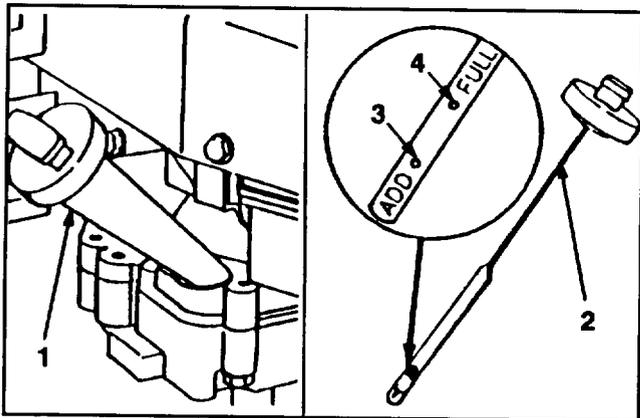

Figure 8
Remplir le carter d'huile SAE 30 ou 10W30 jusqu'à ce que le niveau atteigne le repère FULL (plein) de la jauge comme illustré à la figure 8. La capacité maximale du carter d'huile est de 75 cl (25 onces). Toutes les huiles de classe SE, SF ou SG (classification API American Petroleum Institute), sont acceptables. Avant chaque usage, s'assurer que le niveau d'huile se situe entre les repères ADD et FULL (fig. 8). Ajouter de l'huile suivant les besoins.
3. Essuyer la jauge et l'insérer dans le tube de remplissage. Faire tourner le bouchon d'1/4 de tour. Retirer à nouveau la jauge et vérifier le niveau d'huile (fig. 8). Si ce niveau est insuffisant, ajouter juste assez d'huile pour que celui-ci atteigne le repère FULL sur la jauge. **NE PAS REMPLIR AU DELÀ DU REPÈRE "FULL." CECI RISQUERAIT D'ENDOMMAGER LE MOTEUR AU COURS DU DÉMARRAGE. VERSER L'HUILE LENTEMENT.**
1. VÉRIFIER LE NIVEAU D'HUILE – Maintenir le niveau d'huile entre les repères ADD et FULL sur la jauge (fig. 8).